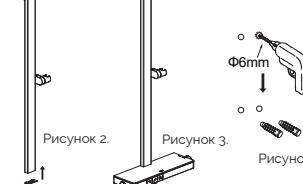

Рисунок 3.
- Соединить вертикальную стойку с панелью регулирования температуры и отметить установочное положение (Рис.3)